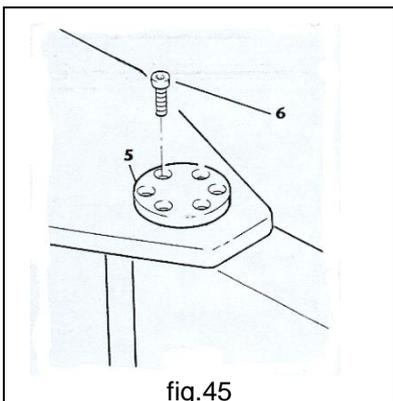

fig.45
4. Serrer avec le couple de serrage indiqué dans le tableau dans les trous à 120 degrés (fig. 45).